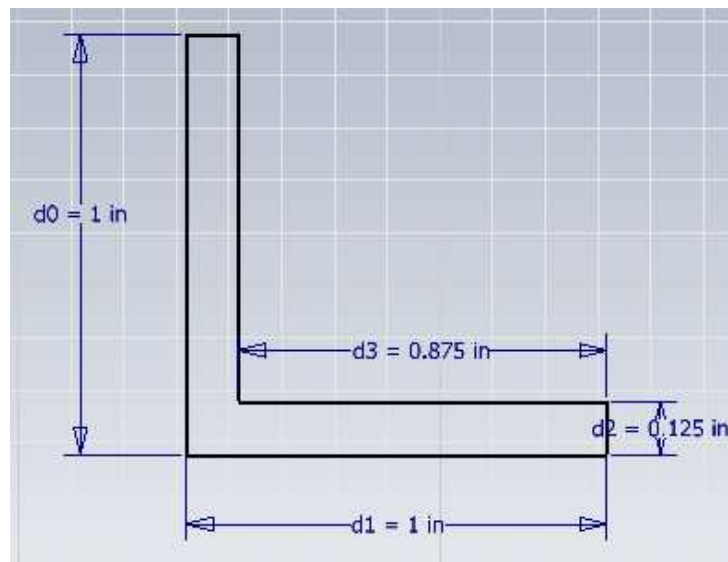

Figura 3.45 Perfil abierto en L.
- Primero genere un boceto de perfil abierto, trate de generar un perfil de una L por medio de líneas y acótelo, tal como se muestra en la figura 3.45.